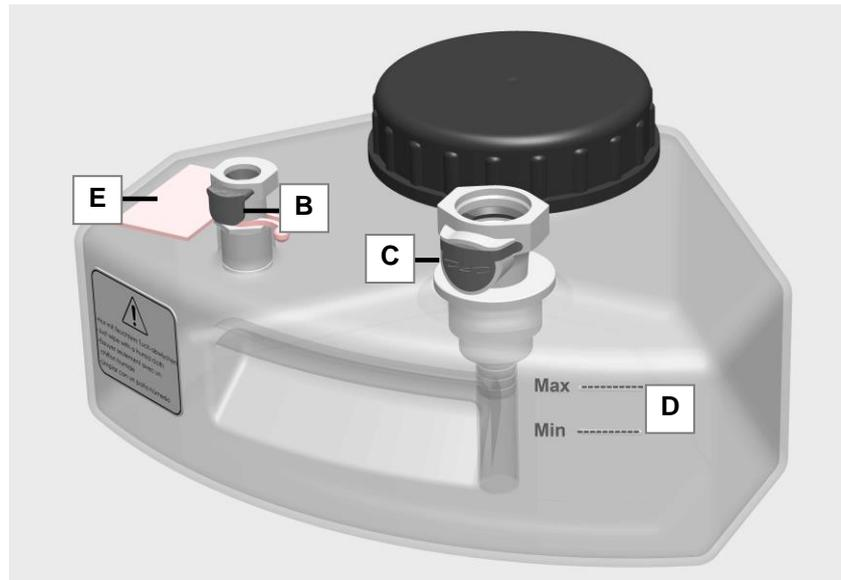

Abb. 4.4.3 Medienbehälter
Zur individuellen Zuordnung sowie Erkennung der eingefüllten Medien sind an den Medienbehältern abnehmbare Beschriftungsschilder angebracht (*Abb. 4.4.3.E*).
Drücken Sie jeweils den Entriegelungsknopf am Absperrventil des Medienbehälters (*Abb. 4.4.3.B/C*) und ziehen gleichzeitig den Schlauchanschluss nach oben aus dem Absperrventil.
4. Öffnen Sie den Schraubdeckel und befüllen Sie den Medienbehälter mit dem geeigneten Reinigungsmedium bis zu einem Füllstand zwischen den Markierungen *Min – Max* (*Abb. 4.4.3.D*).
Um einen ordnungsgemäßen Betrieb der Reinigungsmaschine zu gewährleisten sowie um ein optimales Reinigungsergebnis zu erzielen, muss der Füllstand der Betriebsstoffe immer zwischen den Markierungen (*Abb. 4.4.3.D*) sein: